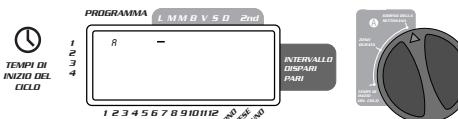

FIGURA 7: Visualizzatore LCD con i giorni di annaffiamento
- Ruotare il selettori girevole su **GIORNO D'IRRIGAZIONE** nel programma A. Il visualizzatore mostrerà una "A" ed il cursore lampeggerà sotto i giorni della settimana **L, M, M, G, V, S, D** (Lunedì, Martedì, ecc.) [Vedi figura 7].